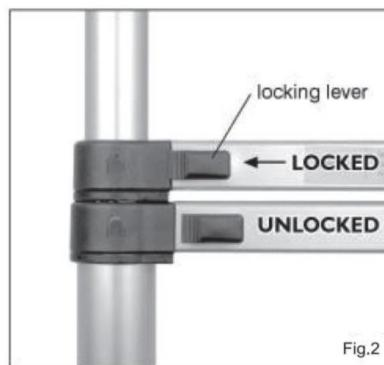

Fig.2
- Le leve di bloccaggio hanno 2 scopi. Indicano se il meccanismo è bloccato (o meno) e servono come pulsanti per rilasciare i perni (abbassando la scala). • Una leva che si trova vicino alla sponda laterale indica che il meccanismo è bloccato. Una leva lontana dalla sponda laterale indica che NON è bloccata (vedere Fig.2).